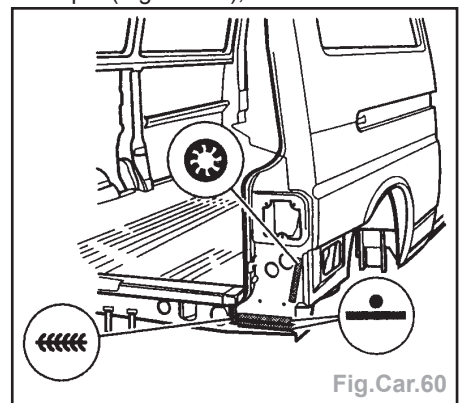

Fig.Car.60
• le panneau latéral à la pointeuse électrique (Fig.Car.60),
- le panneau latéral à la pointeuse électrique (Fig.Car.60),